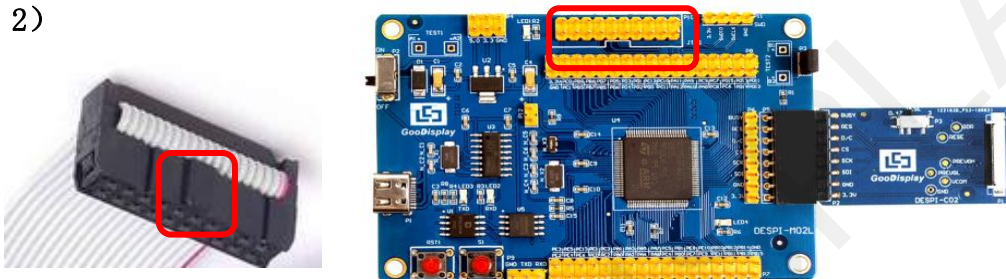

图 6 仿真器排线接口凸起及JTAG接口缺口
1) 将仿真器连接到主板 JTAG 接口上（注意将图 6 仿真器排线接口的凸起部分对准 JTAG 接口的缺口方向），另一端连接计算机 USB 口。